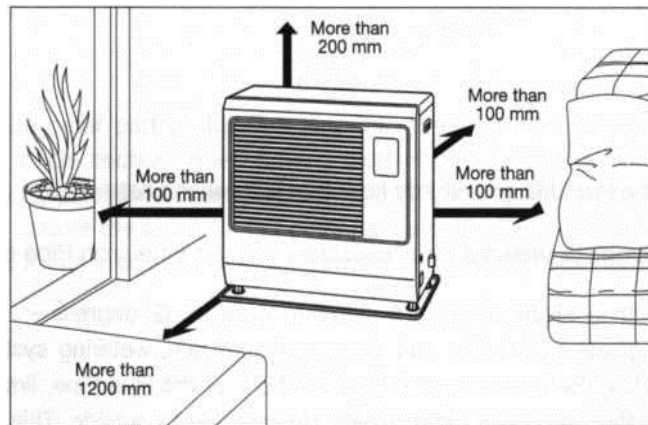

Рис. 1
1. Выбрать местоположение обогревателя. При этом необходимо гарантировать минимальные допуски, как обозначено ниже, между обогревателем и самыми близкими горючими материалами. (См. Рис. 1). Обеспечьте сервисный доступ, к заднему вентилятору, встроенному фильтру топлива и кнопке сброса.